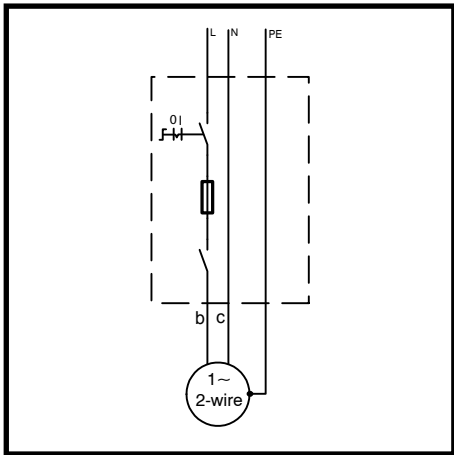

Fig.: 16
2. Allacciamento Super Stainless a 2 conduttori (fig.: 16)